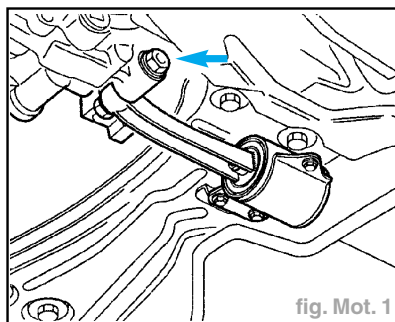

fig. Mot. 1
- Dévisser l'appui pendulaire de la boîte de vitesses (fig. Mot. 1).